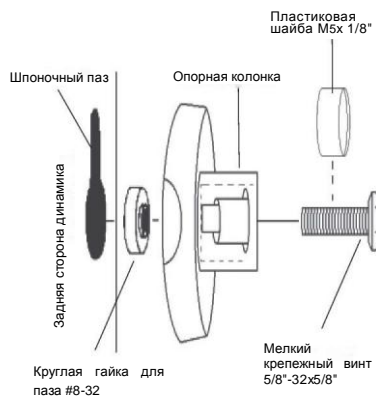

Рисунок 4
7. Свободно соберите крепежную опору, мелкий крепежный винт 5/8"-32x5/8" и гайку для шпоночного паза (рисунок 4).
9. Затяните сборку, слегка оттягивая назад крепежную опору и затягивая мелкий крепежный винт 5/8"-32x5/8" (рисунок 4).
11. Если опора не затягивается достаточно крепко на корпусе, необходимо использовать пластиковую шайбу M5 x 1/8" в качестве прокладки под головкой мелкого крепежного винта 8-32 x 5/8" (рисунок 4).